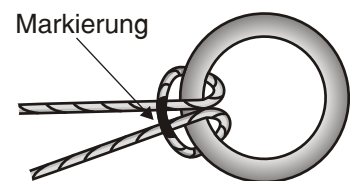

Abbildung 4
- An diesem Waagenpunkt wird jetzt mit einem Bucht-knoten der Waagenring eingesetzt (siehe Abbildung 4).